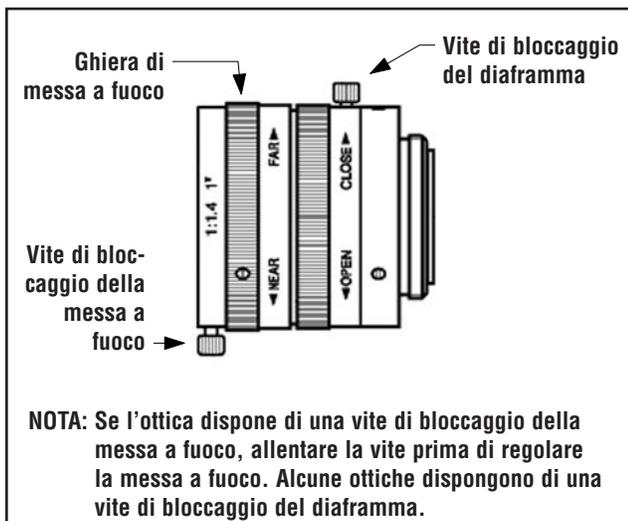

Figura 4-2. Ghiera di messa a fuoco e viti di bloccaggio
- d. Mettere a fuoco l'ottica ruotando la ghiera di messa a fuoco (mostrato nella Figura 4-2) fino a quando non si ottiene una regolazione ottimale. Vedi Messa a fuoco dell'obiettivo a pagina 26.